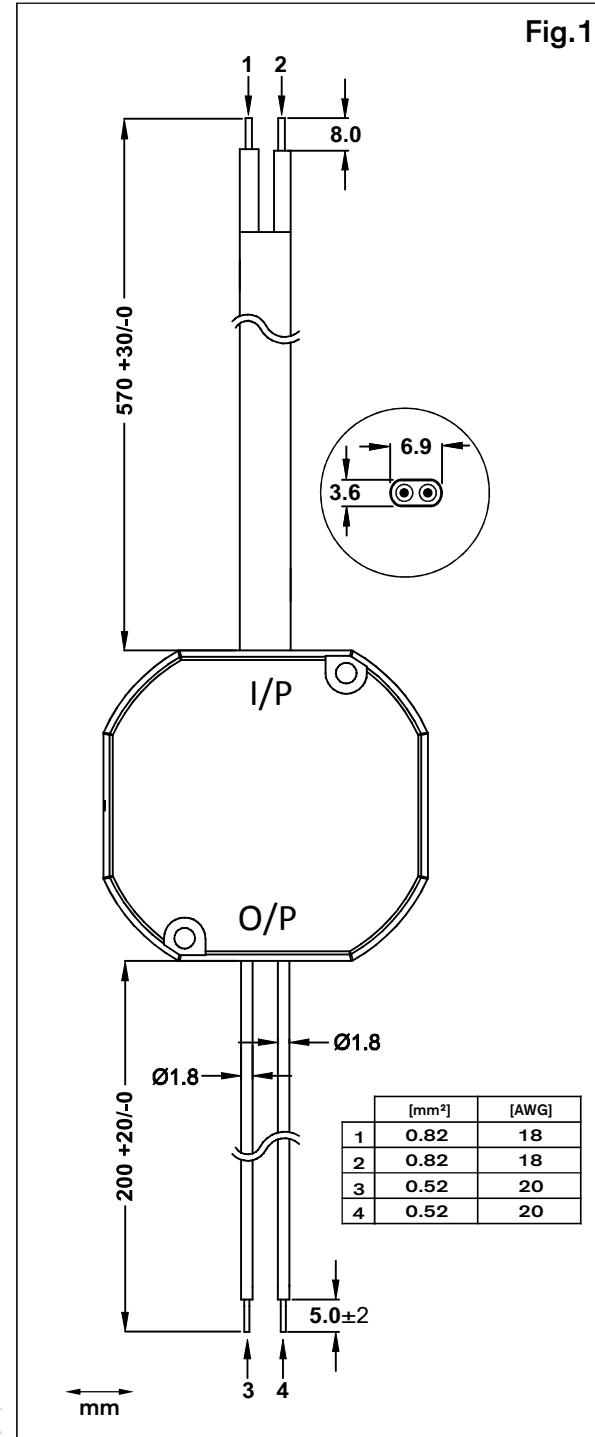

Fig.1
Identificazione dei particolari Fig.1
- Все входные и выходные провода должны быть надлежащим образом рассчитаны на работу с блоком питания и должны быть подключены с соблюдением правильной полярности. Fig.1
Описание компонентов Fig.1